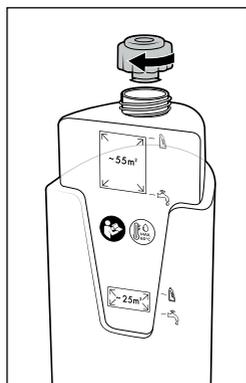

Rys. 8
- ◆ Do czyszczenia małych powierzchni  (do 25 m²) nalewaj wodę kranową lub destylowaną tylko do pierwszego oznaczenia poziomu napełnienia  w zbiorniku czystej wody **11** (patrz rys. 8).
- ◆ Do czyszczenia małych powierzchni  (do 25 m²) nalewaj środek czyszczący do drugiego oznaczenia poziomu napełnienia  w zbiorniku czystej wody **11** (patrz rys. 8).